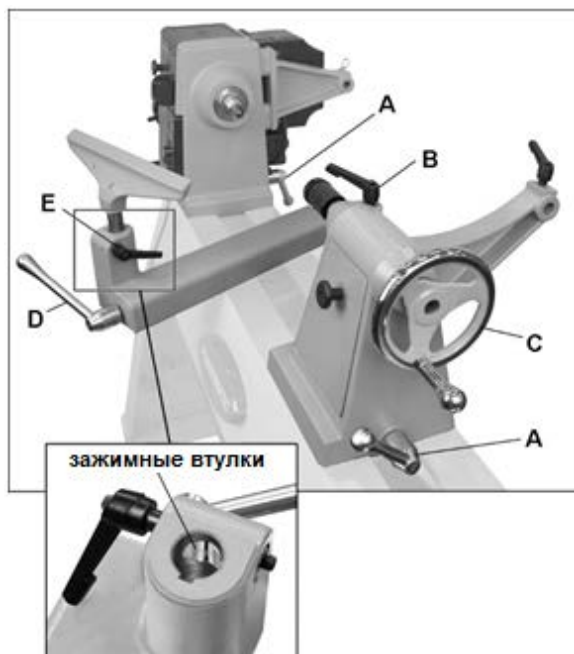

Рис. 8-1: передняя бабка, задняя бабка, подручник
Чтобы передвинуть переднюю или заднюю бабку, поверните запорную рукоятку (А, Рис. 8-1) вперед или назад так, чтобы бабка могла свободно
Ослабьте запорную рукоятку (В, Рис. 8-1), чтобы выдвинуть или задвинуть пиноль задней бабки с помощью вращения маховика (С). Снова затяните рукоятку (В).
Ослабьте запорную рукоятку на основании подручника (D, Рис. 8-1), чтобы перемещать основание вперед-назад или поворачивать. Перед работой на станке плотно затяните рукоятку.
Ослабьте малую рукоятку (E, Рис. 8-1). Убедитесь, что зажимные втулки (выносной вид, Рис. 8-1) достаточно разведены, чтобы установить удлинительную стойку подручника.
Запорные рукоятки, такие как В, Рис. 8-1, можно повернуть в более удобное для оператора положение. Просто поднимите рукоятку и прокрутите вокруг оси, затем отпустите, убедившись, что она осталась на оси.
2. Для его демонтажа ослабьте запорную рукоятку (В, Рис. 8-1) и задвиньте пиноль, вращая маховик против часовой стрелки до тех пор, пока центр не отсоединится самостоятельно. Предотвратите падение центра, так как он может повредиться.